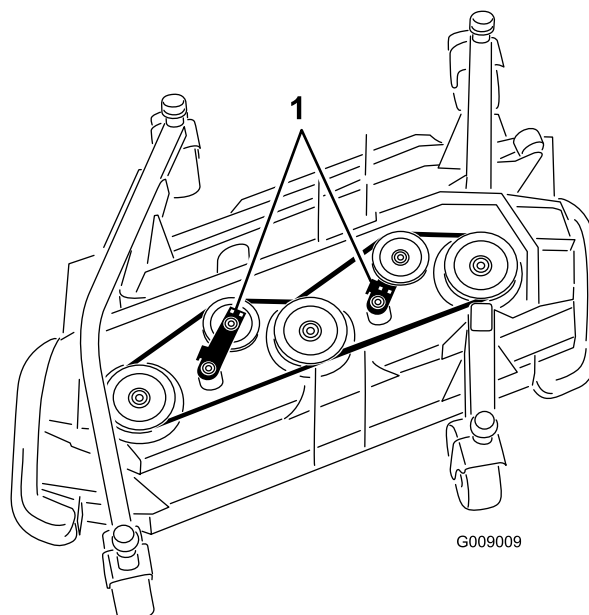

Figure 129
5. À l'aide d'une clé à cliquet ou d'un outil similaire, éloignez les poulies de tension de la courroie d'entraînement pour détendre cette dernière et pouvoir la déchausser des poulies (**Figure 129**).